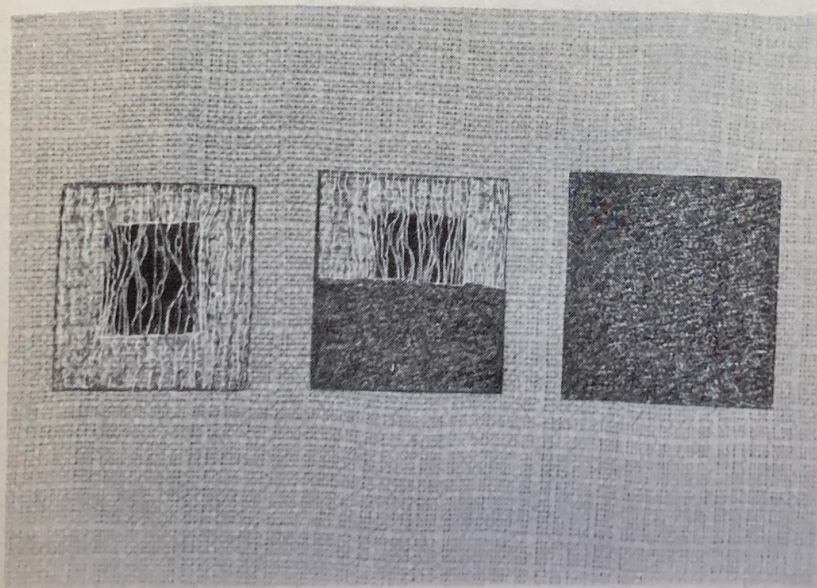

Abb. 33
b) Das Stopfen von Löchern und Rissen (Abb. 33)